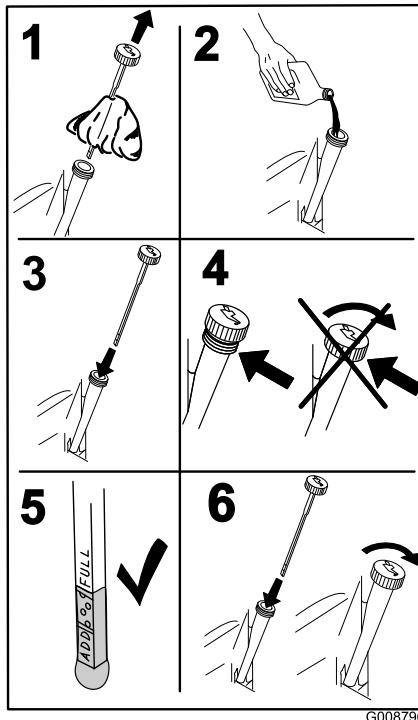

Figura 40
4. Versate lentamente circa l'80% dell'olio indicato nel tubo di rifornimento e sempre con cautela rabboccate l'olio necessario per portarlo alla tacca di **Pieno** (Figura 40).